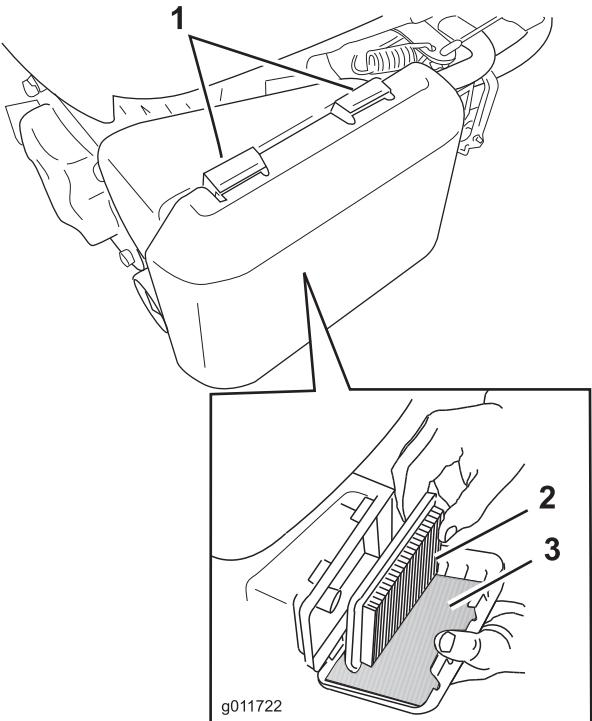

Figura 19
- Presione hacia abajo los cierres de la parte superior de la tapa del limpiador de aire (Figura 19).
- Retire el filtro de aire de papel y el pre-filtro de gomaespuma (Figura 19).